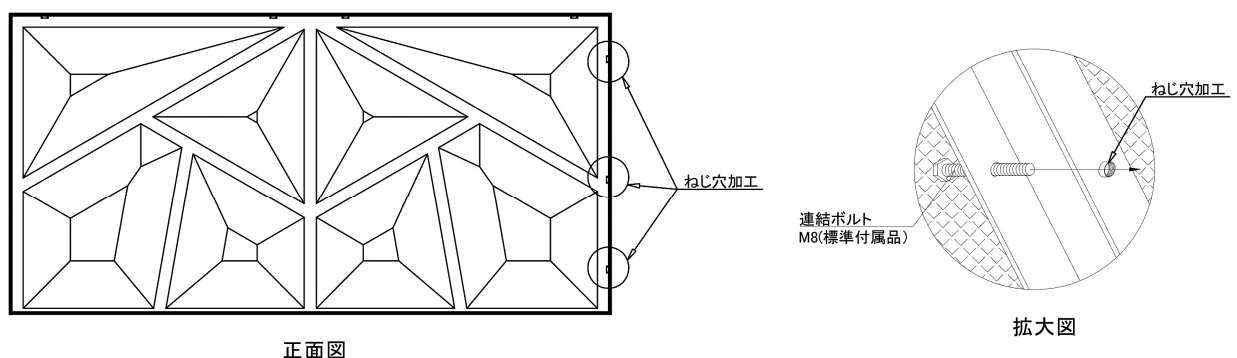

図 10. デコメッシュ置くだけタイプ横連結ねじ穴加工位置
- ・ 枠材の一方にねじ穴加工が施されているので六角ナットは不要である（図 10）。
- ・ 1 回当たりの打設高さは 0.5m 以下を標準とする (図 10)。